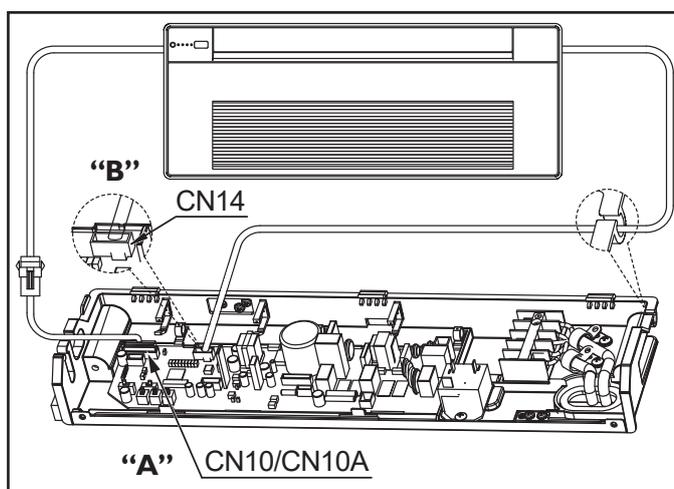

FIG. 20
- CN10/CN10A - para o display de controle (“A” - Fig. 20).
- CN14 - para o motor do defletor de ar (“B” - Fig. 20).